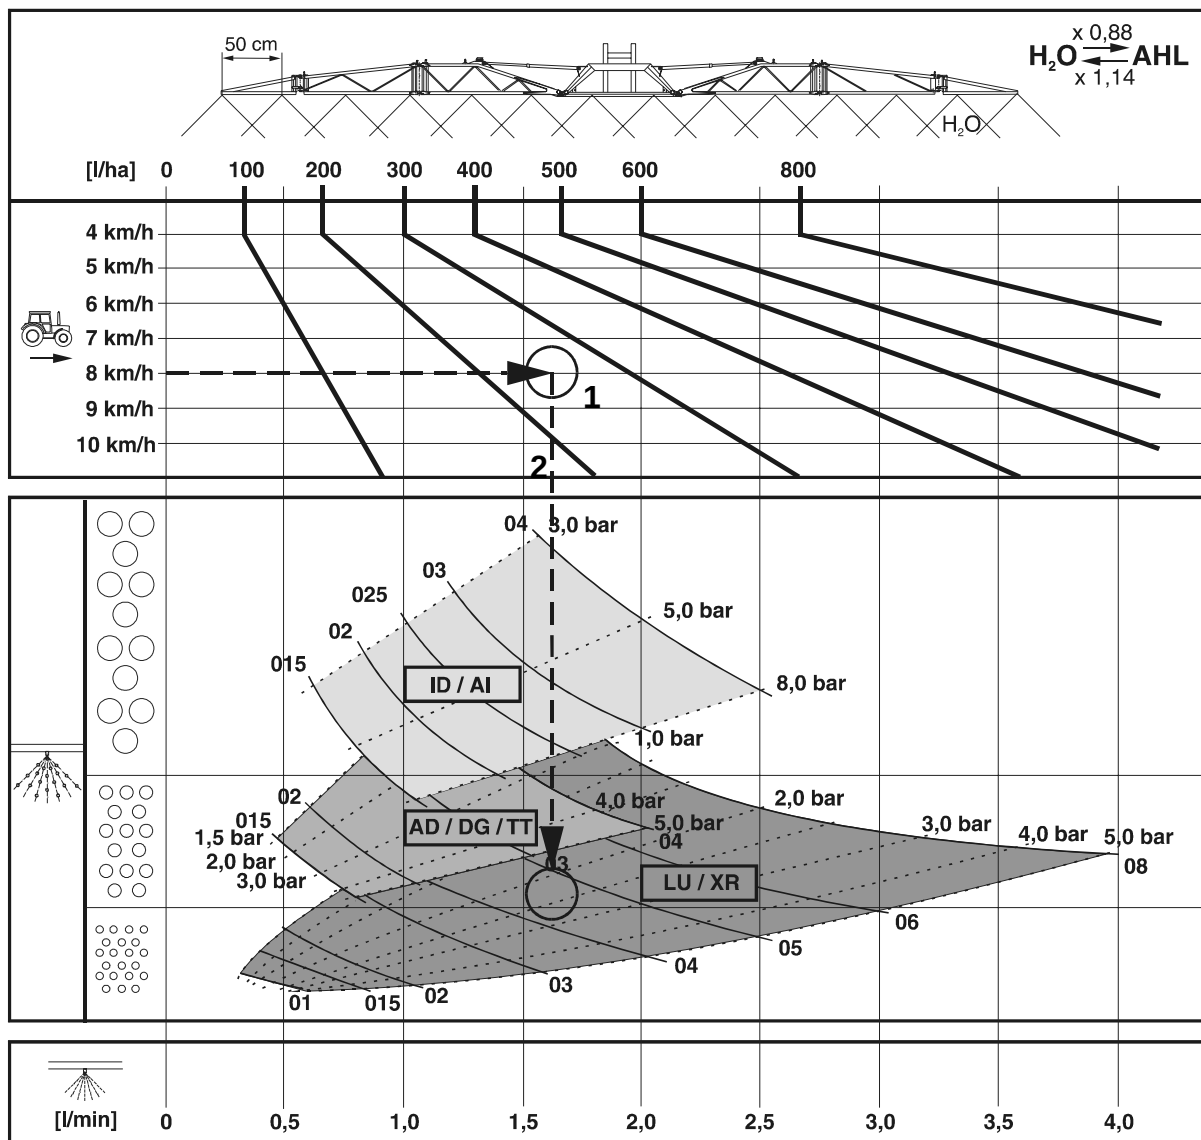

Fig. 229
- Seleccionar para la Fig. 229 tipo, tamaño y rango de presiones óptimos de tobera. El tipo de tobera queda definido por
1. Determinar el punto de operación (Fig. 229/1) para el consumo de líquido requerido (**250 l/ha**) y la velocidad prevista de marcha (**8 km/h**).
2. En el punto de operación trazar una vertical (Fig. 229/1) hacia abajo (Fig. 229/2). Esta línea atraviesa los campos característicos de diferentes tipos de toberas según la posición del punto de operación.